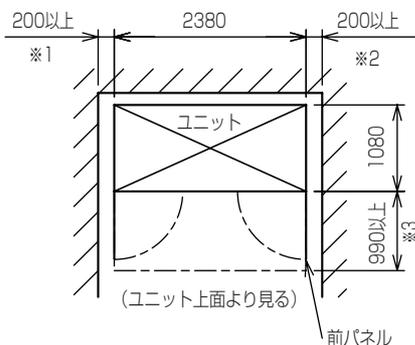

図1
- 室内ユニットの設置は、強固な床面を選定してください。また、保守サービスが容易にできるように図1に示したサービススペースを必ず確保してください。
- ・図1の番号順に外装パネルを取外してください。
- ・図1のA部で指示している部分のボルトおよびネジを外してください。(4隅)